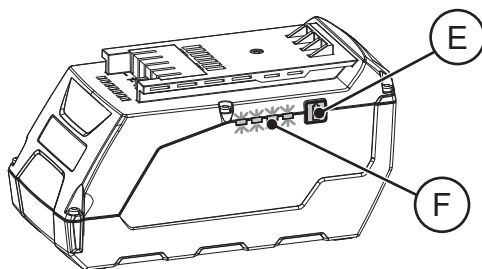

ABB. 17
Der Akku ist mit einem Display mit LED-Zustandsanzeigen (F) ausgestattet. Die Taste (E) drücken, um das Display zu aktivieren (ABB. 17).